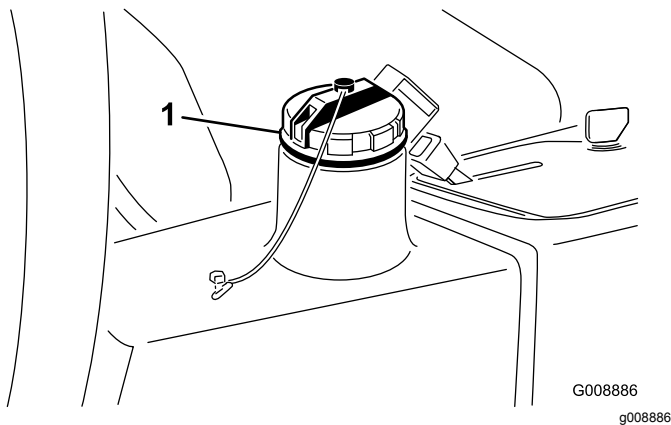

Figure 75
4. Versez environ 13,2 litres de liquide hydraulique dans le réservoir (Figure 75) ; voir Contrôle du système hydraulique (page 30).